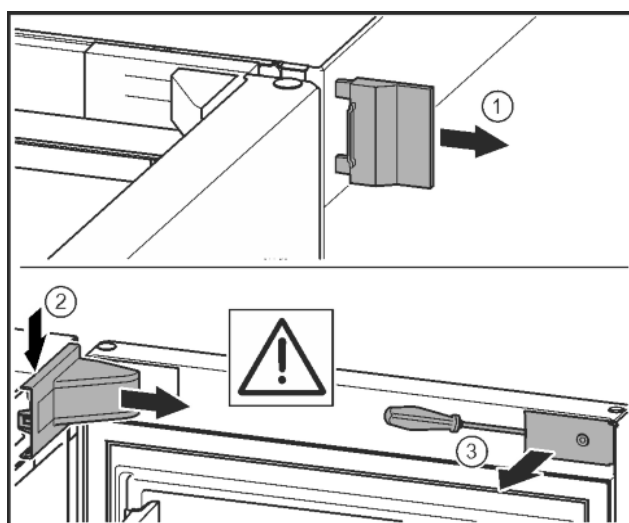

Fig. 9
- Sejměte vnější kryt. *Fig. 9 (1)*
- Odjistěte a uvolněte kryt stojanu ložiska. Sejměte kryt stojanu ložiska. *Fig. 9 (2)*
- Plochým šroubovákem odjistěte lištu a otočte ke straně. *Fig. 9 (3)*